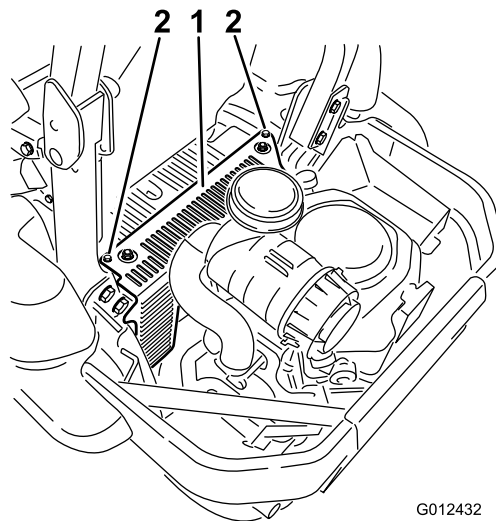

Figura 49
3. Retire la cubierta de la unidad hidráulica y los 2 pernos que están sujetos a la misma (Figura 49).
5. Instale la cubierta de la unidad hidráulica izquierda (Figura 49).